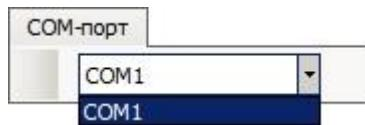

Рисунок 8.5 – Меню «СОМ-порт»
8.5 При нажатии на «**СОМ-порт**» раскроется меню (рисунок 8.5). Из выпадающего списка нужно выбрать соответствующий порт, к которому подключен преобразователь RS-485.